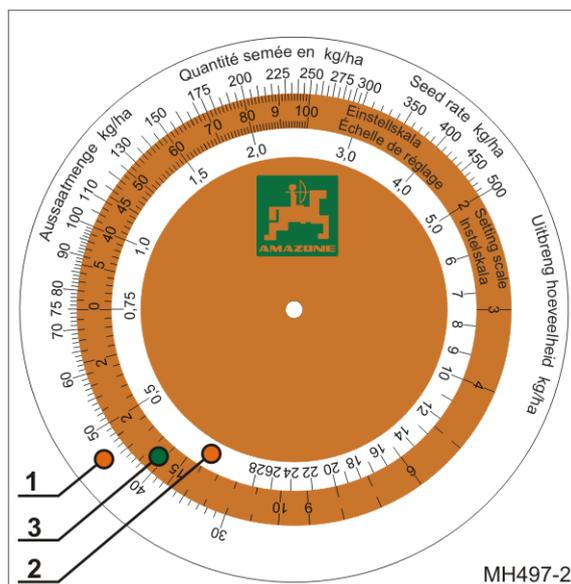

Рис. 73
- наружная белая шкала (Рис. 73/1) для всех норм внесения более 30 кг/га;
- внутренняя белая шкала (Рис. 73/2) для всех норм внесения менее 30 кг/га;
- цветная шкала (Рис. 73/3) с указанием всех положений редуктора от 1 до 100.